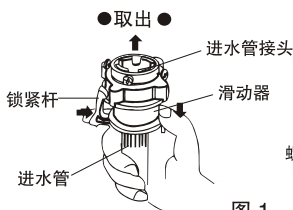

图1
1. 按住锁紧杆下端往下压滑动器,从进水管部件上取下进水管接头,如图1。